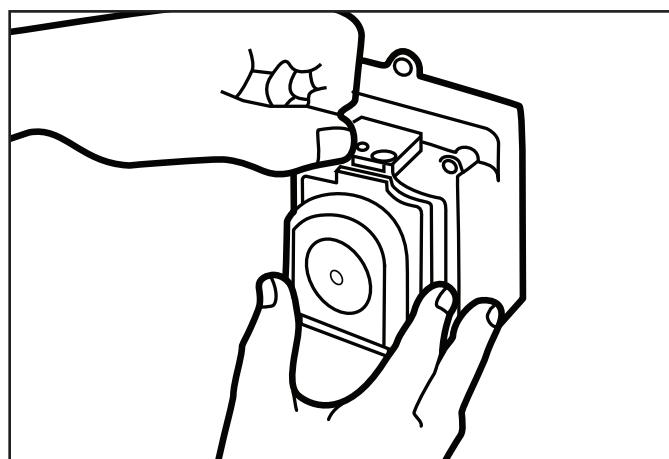

Figura 22. Trabe la tapa
4. Para tratar la tapa en su lugar, presiónela hacia abajo mientras gira la lengüeta vertical 180 de derecha a izquierda. Instale el tornillo de seguridad de cabeza Phillips. Consulte la Figura 22.